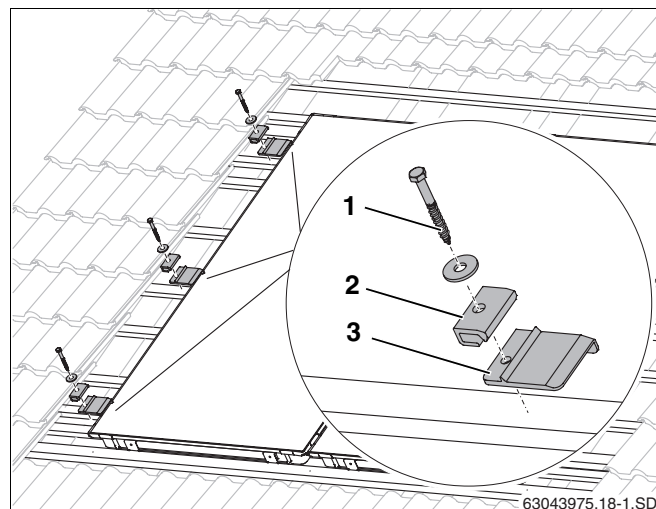

Рис. 30 Установка левого прижима
- Слегка приподнять коллектор и сдвинуть вниз под коллектор левые подкладные пластины (рис. 30, **поз. 3**) на 2-ой и 3-ей дополнительных рейках, а также в середине коллектора на имеющейся рейке так, чтобы выступ уперся в край коллектора.
- Для винта (рис. 30, **поз. 1**) нужно заранее просверлить отверстие сверлом 4 мм.
- Закрепить односторонний прижим (рис. 30, **поз. 2**), установив винт 6×40 (рис. 30, **поз. 1**) и подкладную шайбу (используйте ключ SW10).